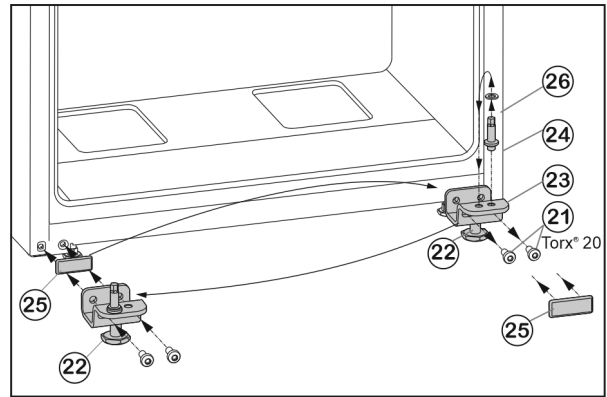

Fig. 7
- ▶ Desatornillar los tornillos de sujeción Fig. 7 (21).
- ▶ Retirar soporte de rodadura inferior Fig. 7 (23) por completo con pivote roscado Fig. 7 (24), arandela Fig. 7 (26) y pie de ajuste Fig. 7 (22).
- ▶ Desenroscar el pivote roscado Fig. 7 (24) por completo con la arandela Fig. 7 (26), colóquelo en el orificio de sujeción más adelante del soporte de rodadura y vuélvalo a enroscar.
- ▶ Retirar con cuidado la placa de recubrimiento Fig. 7 (25) y colocarla en el lado opuesto.
- ▶ Atornillar el soporte de rodadura inferior Fig. 7 (23) por completo con el pivote roscado Fig. 7 (24), la arandela Fig. 7 (26) y el pie de ajuste Fig. 7 (22) en el nuevo lado de las bisagras con ayuda del destornillador eléctrico (con 4 Nm).
- ▶ Colocar la puerta desde arriba en el pivote roscado Fig. 7 (24).
- ▶ Desenroscar el pie de ajuste Fig. 7 (22) del apoyo inferior Fig. 7 (23) hasta que se pose en el suelo.